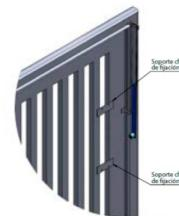

Fig.4
- Para la fijación del motor podrá soldar la base del motor directamente sobre el bastidor de la hoja portón, o bien, utilizando chapas soportes con tornillos como la ilustra la. Fig 4